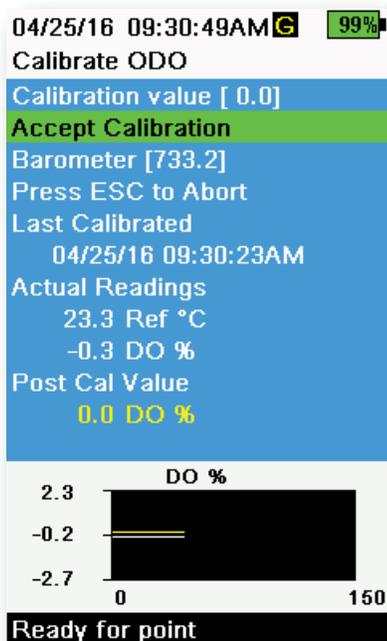

図53 ODOゼロ点校正
3. 安定しているかどうか、実際の測定値を観察してから(グラフの白色線は、40 秒間大きく変化しない)、**Accept Calibration (校正承認)** を選択します(図53)。メッセージエリアに「Calibration successful! (校正は成功しました!)」と表示されます。